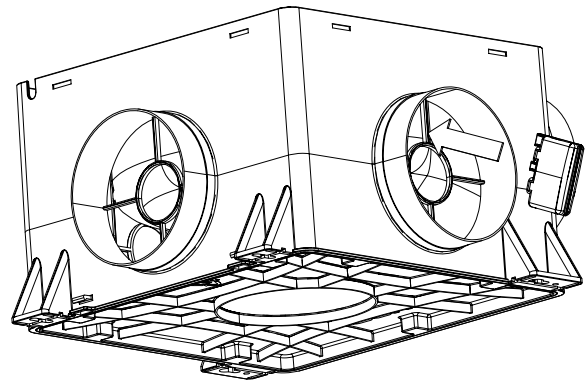

Figure 14 : encliqueter le Capteur intégré CO₂ dans la bouche de connexion
4. Faites passer le câble du Capteur intégré CO₂ par l'ouverture à l'intérieur du caisson à hauteur de la bouche de connexion correspondante. Passez ensuite le câble du Capteur intégré CO₂ à travers l'ouverture correspondante (marquée 'sensor cable') de la plaque support moteur selon le schéma ci-dessous en Figure 14 : quatre possibilités de câblage pour un maximum de 1 Capteur intégré CO₂ au circuit imprimé.